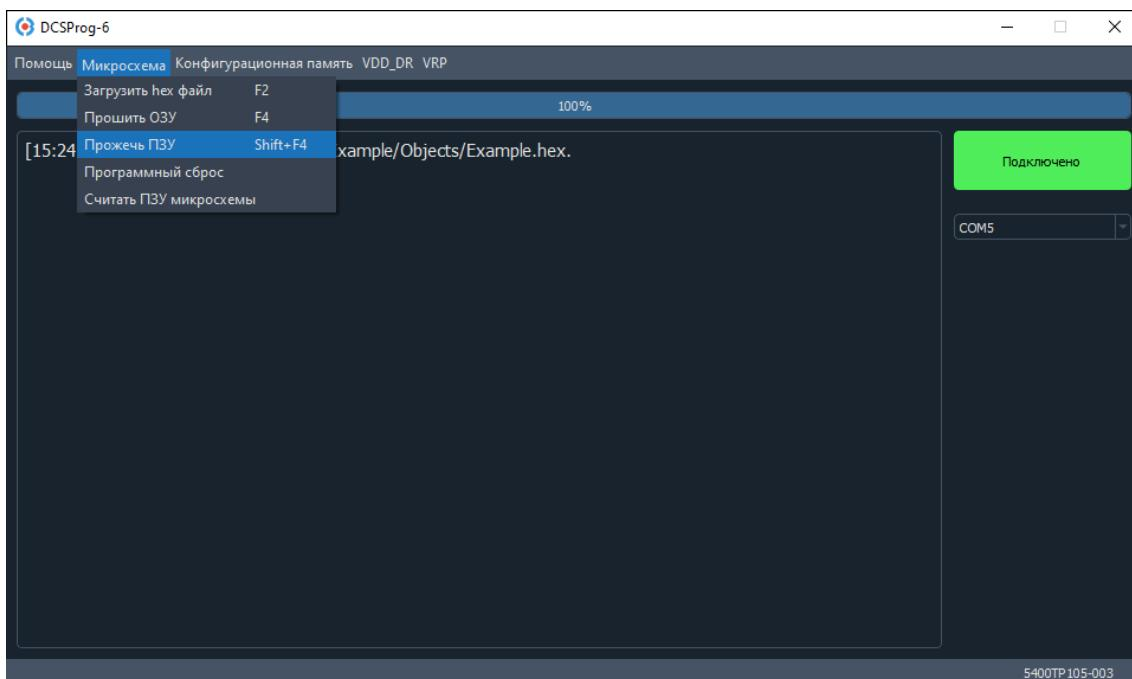

Рисунок 50. Программирование микросхемы в режим «HARD»
2. Выполнить «Микросхема» → «Прожечь ПЗУ». В открывшемся окне подтвердить программирование микросхемы – кнопка «Yes» (Рисунок 50);